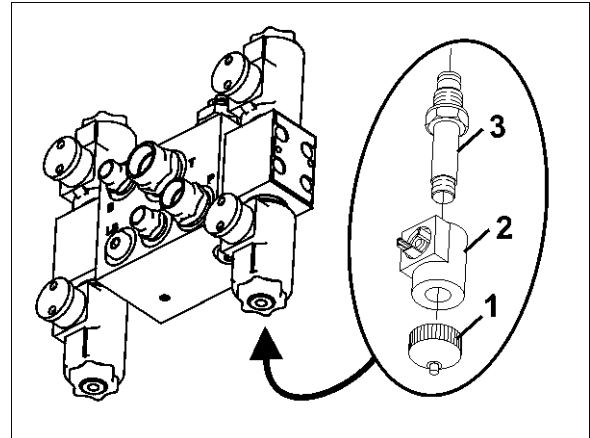

Fig. 151
1. Magnetkappe (Fig. 151/1) abschrauben.
2. Magnetspule (Fig. 151/2) abnehmen.
3. Ventilstange (Fig. 151/3) mit Ventilsitzen herausdrehen und mit Druckluft oder Hydrauliköl säubern.